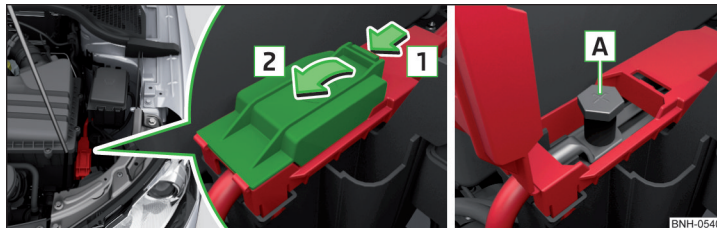

Abb. 165 Starthilfe: Fahrzeuge mit der Fahrzeugbatterie im Gepäckraum
Der Pluspol befindet sich unter einer Abdeckung im Motorraum » Abb. 165.
- Die Pluspolklemme des Starthilfekabels an der Position **A** » Abb. 165 anklemmen.